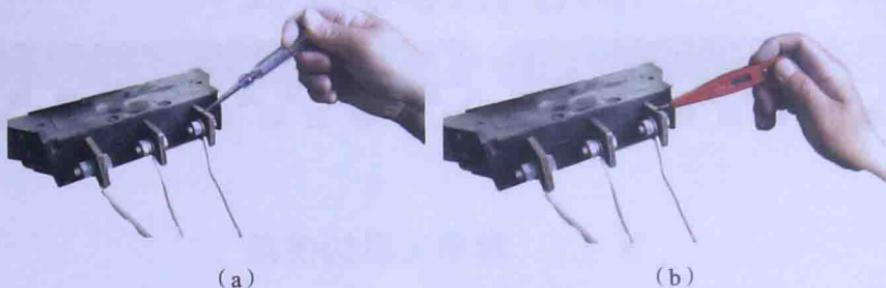

图 1-2 低压验电器的使用
低压验电器的使用方法如图 1-2 所示。
(1) 氖泡改锥式验电器的使用方法。中指和食指夹住验电器、大拇指压住手触极，触电极接触被测点，氖泡发光说明有电、不发光说明没电，见图 1-2 (a)。
(2) 感应(电子)笔式验电器的使用方法。中指和食指夹住验电器、大拇指压住验电测试键，触电极接触被测点，指示灯发光并有显示说明有电、指示灯不发光说明没电，见图 1-2 (b)。